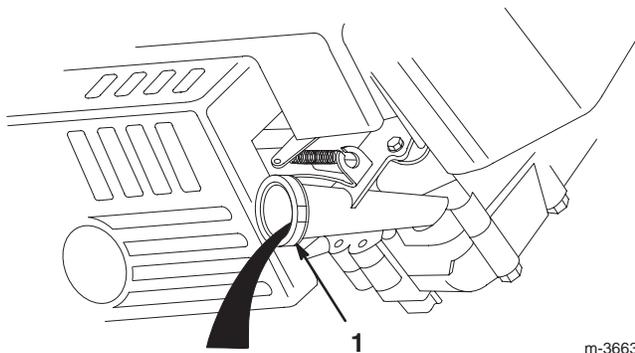

Figure 20
5. Basculer la tondeuse du côté **gauche** et laisser l'huile s'écouler dans le bac de vidange (Fig. 20).